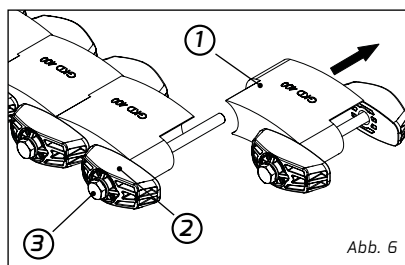

Abb. 6
- 2** Anschließend zu entfernendes Elastomersegment mit Schraube, Pressplatten (und Mutter) herausnehmen. Vordere Pressplatte und Schraube nicht aus dem Elastomersegment entfernen (siehe Abb.: 6).
LEGENDE ZU ABB.: 6